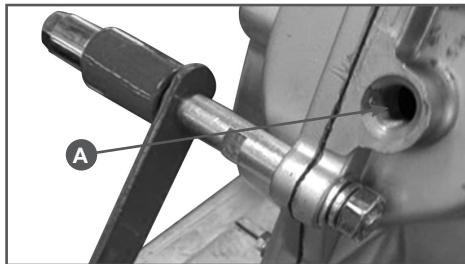

Рис. 10 Заправка масла в коробку передач
Расположите мотокультиватор горизонтально на ровной поверхности и выкрутите болт контрольного отверстия (A) (Рис. 10).